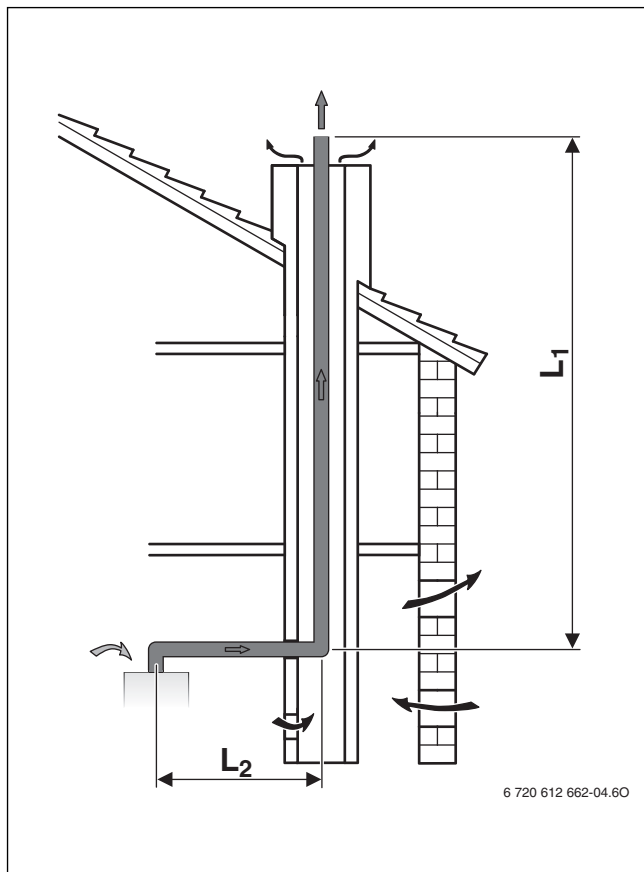

Рис. 7 Дымовая труба в шахте по V₂₃
- Если труба отвода дымовых газов проложена в вентилируемой шахте (→ рис. 7, 8 и 10), то чистка шахты не требуется.